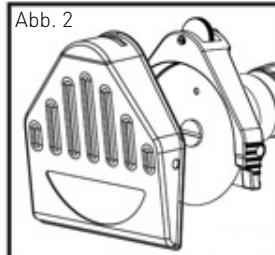

Abb. 2
2. Abnehmen der Abdeckung des Schneidmessers (Abb.2).